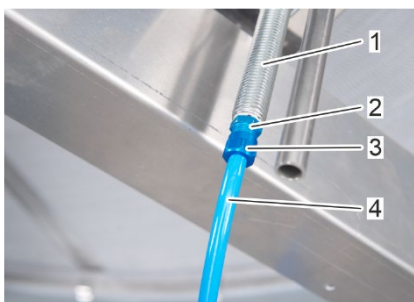

Abbildung 62: Sicherung des Druckluftschlauchs
5. Sichern Sie den Druckluftschlauch (Abbildung 62/4) an der Druckluftdüse (Abbildung 62/1), indem Sie die Überwurfmutter (Abbildung 62/3) auf den Einschraubbolzen (Abbildung 62/2) schrauben.